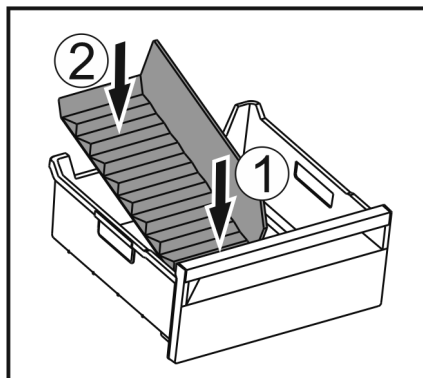

Fig. 49
- ▶ Sätt först in delarens framsida Fig. 49 (1).
- ▶ Sänk ned den bakre delen Fig. 49 (2).